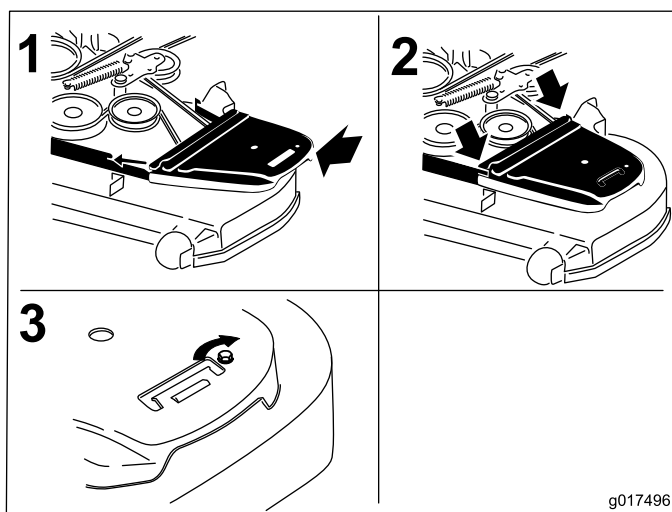

Figura 57
12. Montate i paracinghia (Figura 57).